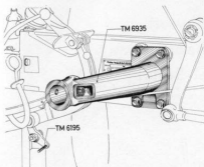

Abb. 6
1. Der **Tragbock** TM 6935 für das Handhebwerk wird an der rechten Seite des Schleppers am Zwischengehäuse durch 4 Sechskantschrauben M 12/35 befestigt (Abb. 6).